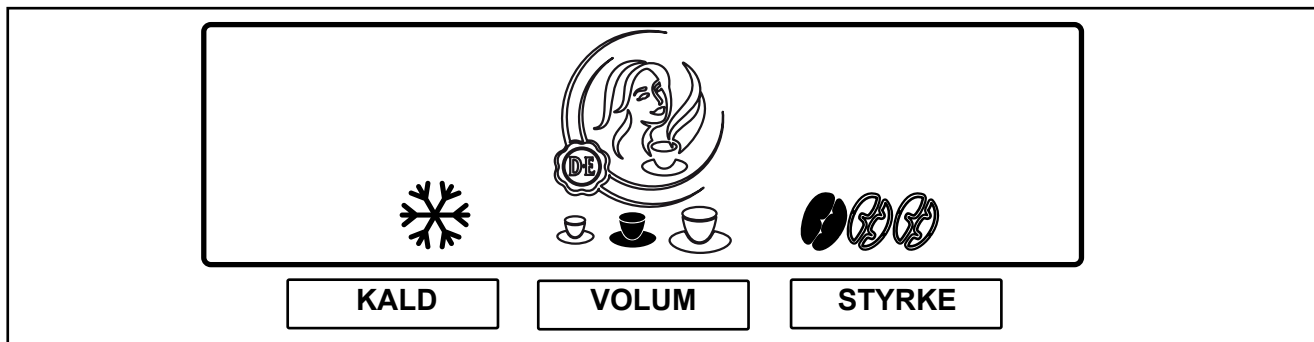

Fig. 16
3. Trykk forvalgsknappen til den ønskede drikkevarestyrken er sort markert (fig. 16). Valget er syklisk - (1 bønne = mild, 2 bønner = normal, 3 bønner = sterk).